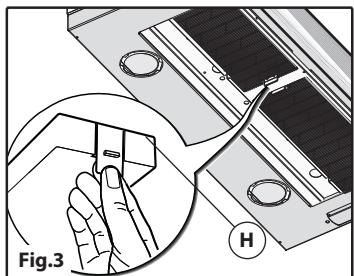

Fig.3
- Indien het de filterversie van het product betreft, de filterlades eruit halen door hendel H naar buiten te trekken zoals aangegeven in (fig. 3).
Voor vervanging moet u de hendel **H** naar buiten trekken zoals aangegeven in (afb. 3).